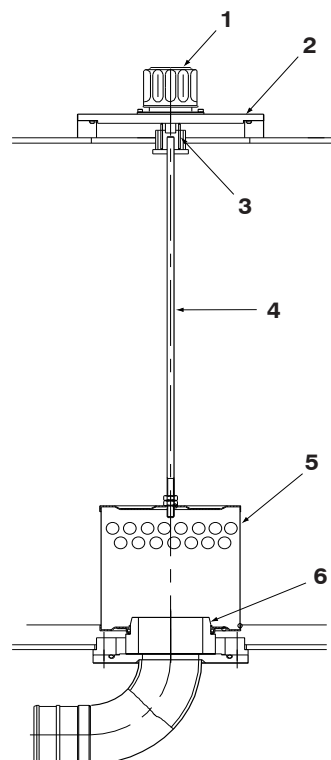

Figura 89
4. Libere el aire presurizado del depósito hidráulico inclinando el tapón del respiradero (1, Figura 89).
6. Retire cuidadosamente los pernos y la cubierta (2, Figura 89) de la parte superior del depósito de aceite hidráulico. Bajo la cubierta hay un resorte (3, Figura 89) que la impulsa hacia arriba.
7. Retire el resorte (3, Figura 89) y el chupador (5, Figura 89) tirando del rodillo (4, Figura 89).
9. Coloque el chupador (5, Figura 89) sobre la porción saliente de la tubería de succión (6, Figura 89).
11. Instale el resorte (3, Figura 89) sobre la barra (4, Figura 89) y monte la cubierta (2, Figura 89).